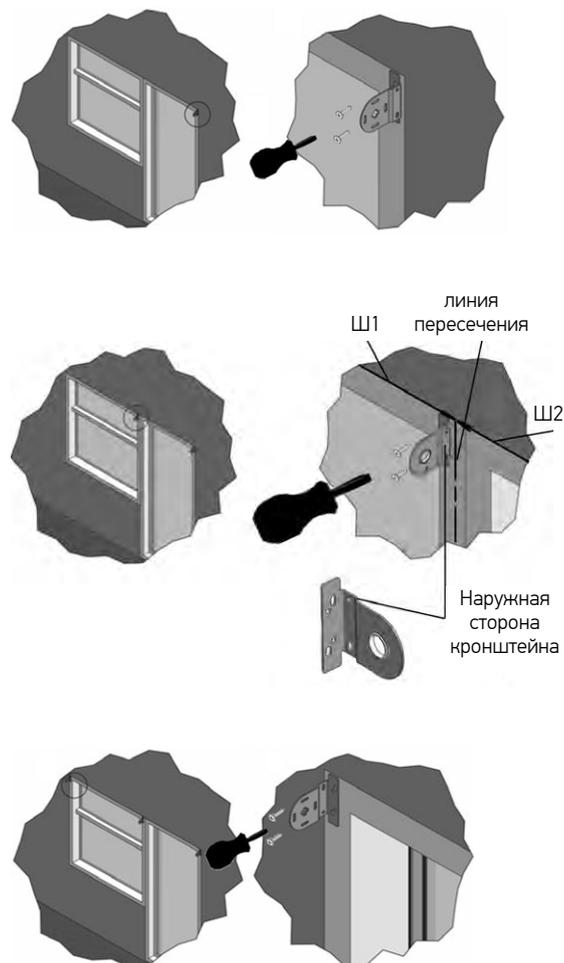

Рис. 11. Установка кронштейнов для DOUBLE LVT
4. Вставить заглушки со звездой в промежуточный кронштейн (Рис. 11).
5. Установить правое сначала в промежуточный кронштейн, а затем в правый кронштейн так, чтобы крючок на торце был направлен вертикально вниз (Рис. 11).
6. Установить левое изделие сначала в промежуточный кронштейн, а затем в левый кронштейн так, чтобы крючок на торце был направлен вертикально вниз (Рис.11).